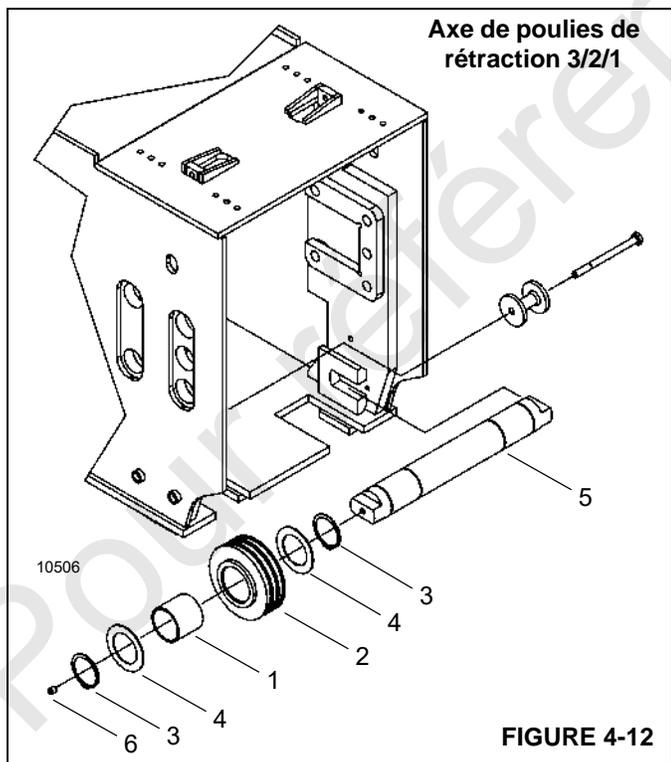

FIGURE 4-12
5. Démontez l'axe de câble de rétraction 3/2/1 (5, Figure 4-12) comme suit :
- a. Retirer les circlips (3) et les rondelles (4).
- b. Déposer les poulies de rétraction 3/2/1 (2).
- c. Retirer les roulements (1) des poulies de rétraction 3/2/1.
- d. Enlever les bouchons (6).